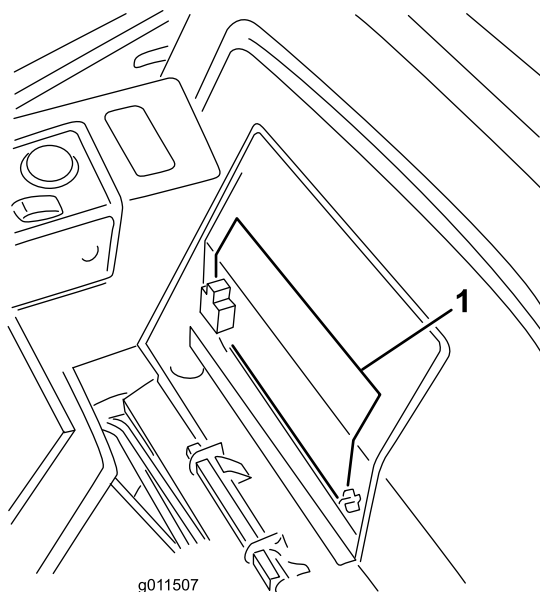

Figure 56
2. Enlevez le couvercle de la batterie (Figure 56).